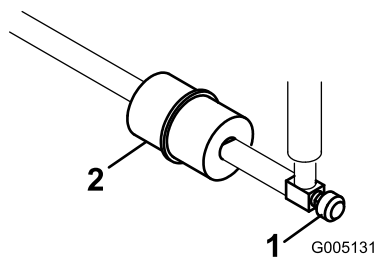

Рисунок 32
Проходной топливный фильтр встроен в топливный трубопровод между топливным баком и карбюратором (Рисунок 32).
1. Закройте клапан отключения подачи топлива (Рисунок 32).
2. Установите под фильтр сливной поддон, ослабьте шланговый хомут на обращенной к карбюратору стороне фильтра и отсоедините топливный трубопровод от фильтра (Рисунок 32).
3. Ослабьте другой шланговый хомут и снимите фильтр (Рисунок 32).